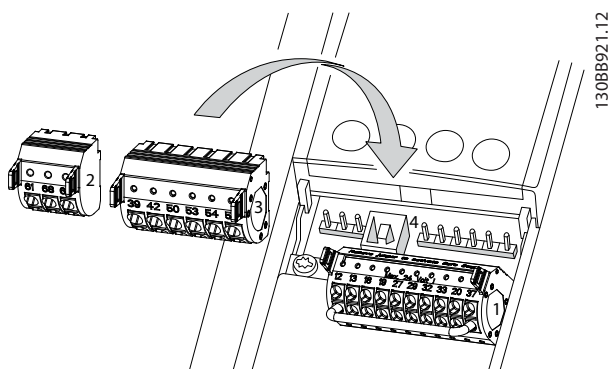
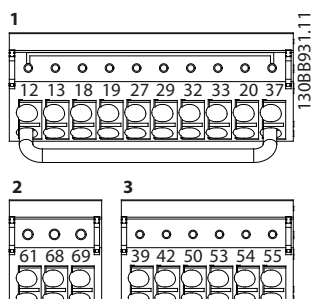

Рисунок 4.8 Расположение клемм управления
Рисунок 4.9 Номера клемм
- Если преобразователь частоты подключен к термистору, провода цепи управления данного термистора должны быть экранированы и иметь усиленную/двойную изоляцию. Рекомендуется напряжение питания 24 В пост. тока. См. Рисунок 4.8.
На Рисунок 4.8 и Рисунок 4.9 показаны съемные разъемы преобразователя частоты. Функции клемм и настройки по умолчанию описаны в Таблица 4.2 и Таблица 4.3.